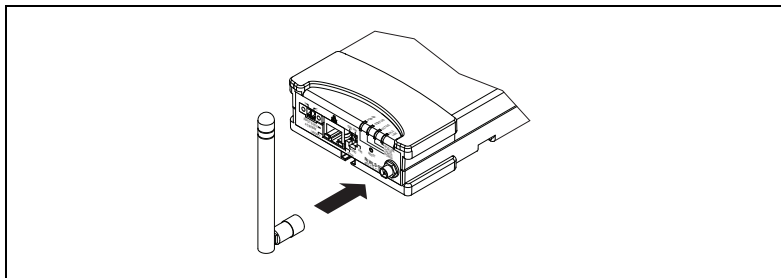

图 3 安装 NI WLS-9163 外盒天线
5. (仅限 NI WLS-9163 外盒) 如图 3 所示，连接天线。